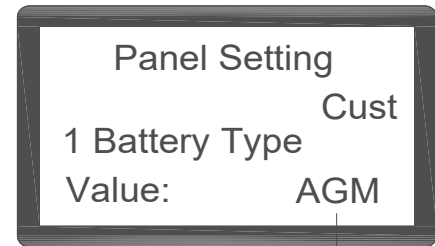

Figure 6
1. Appuyer simultanément sur le bouton d'écoulement d'eau « - »(A, Figure 6) et « + »(B, Figure 6).
2. Insérer la clé de contact (C, Figure 6) et la tourner sur « I ».
3. Après plusieurs secondes, entrer dans l'écran de sélection du mode de batterie (Figure 6).
4. Appuyer sur le bouton d'écoulement d'eau « - » (A, Figure 6) et « + » (B, Figure 6) pour sélectionner le mode batterie (H, Figure 6).
5. Appuyer sur le bouton de déblocage (D, Figure 6), 3 secondes plus tard, « Mise à jour OK » s'affiche ce qui signifie que le réglage est réussi. Redémarrer la machine. (C, Figure 6).